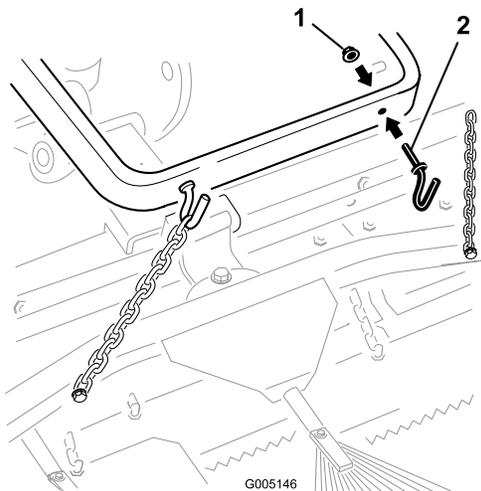

Figura 6
A. Montare 2 ganci sulla parte posteriore del braccio di sollevamento con 2 dadi flangiati (3/8 inch) (Figura 6). Fissare le catene ai ganci alla lunghezza desiderata.